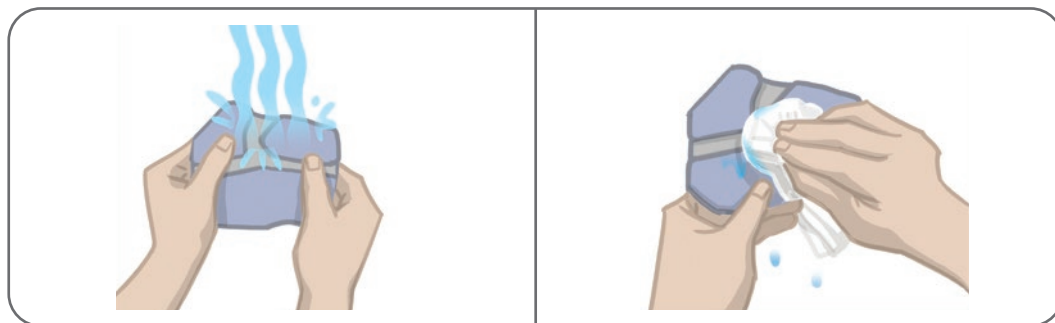

Figura 6-7: Come bagnare l'elettrodo e asciugare l'acqua in eccesso
3. Bagnare l'intero elettrodo Steering con acqua (Figura 6-7).
4. Rimuovere con una salvietta l'acqua in eccesso dall'elettrodo Steering (Figura 6-7).